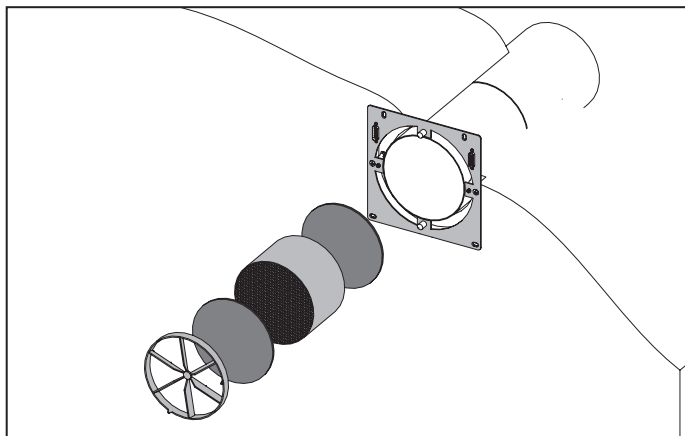

Рис. 11. Монтаж компонентов установки
5. Последовательно установите в телескопический канал фильтр, керамический регенератор, фильтр и выпрямитель потока воздуха (см. Рис. 11).